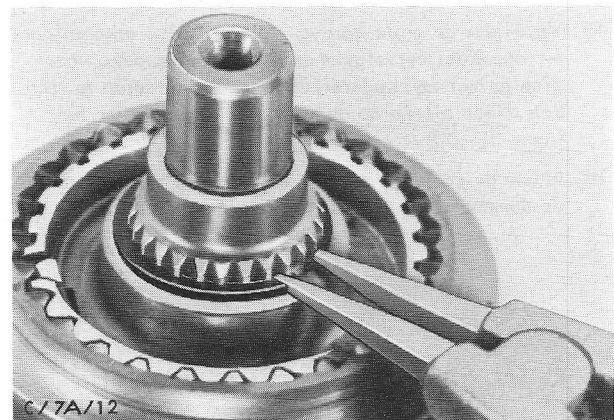

Fig.53 Borgveer voor synchroaf voor 3e/4e versnelling.
20. Verwijder de borgveer voor de synchroaf voor de 3e/4e versnelling (fig.53) en neem de complete synchro, tezamen met het 3e versnellingstandwiel van de as; gebruik zondig een normaal in de handel zijnde 2-armige trekker.